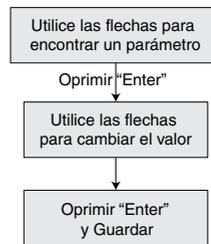

Figura 12 - Cómo cambiar el valor del parámetro.
- B. Siga el orden de teclas pulsadas que se ilustra en la Figura 12: